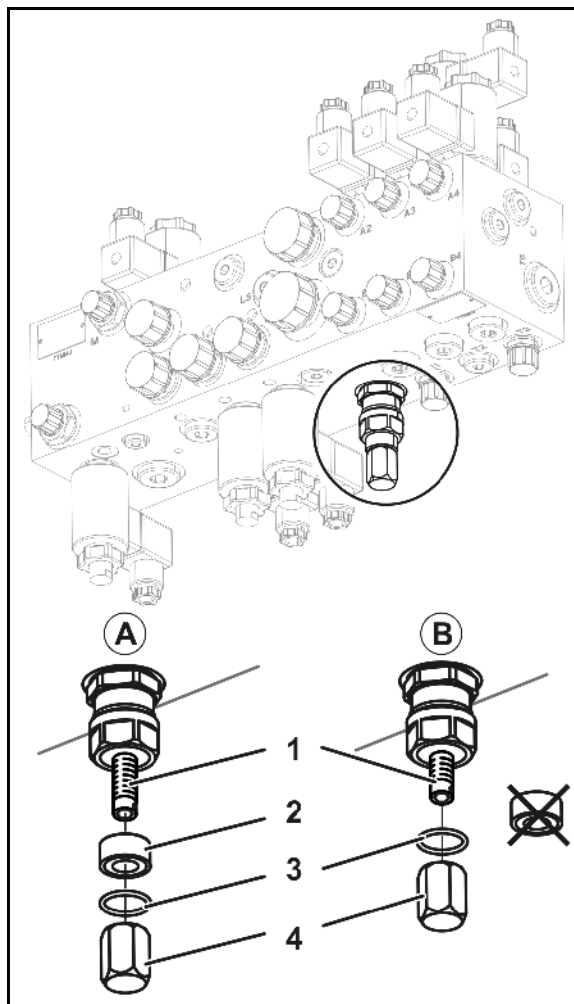

Bild 49
- Använd distanshylsa (Bild 49/A)→ Ingen Load Sensing-drift,
- Använd inte distanshylsa (Bild 49/B)→ Load Sensing-drift